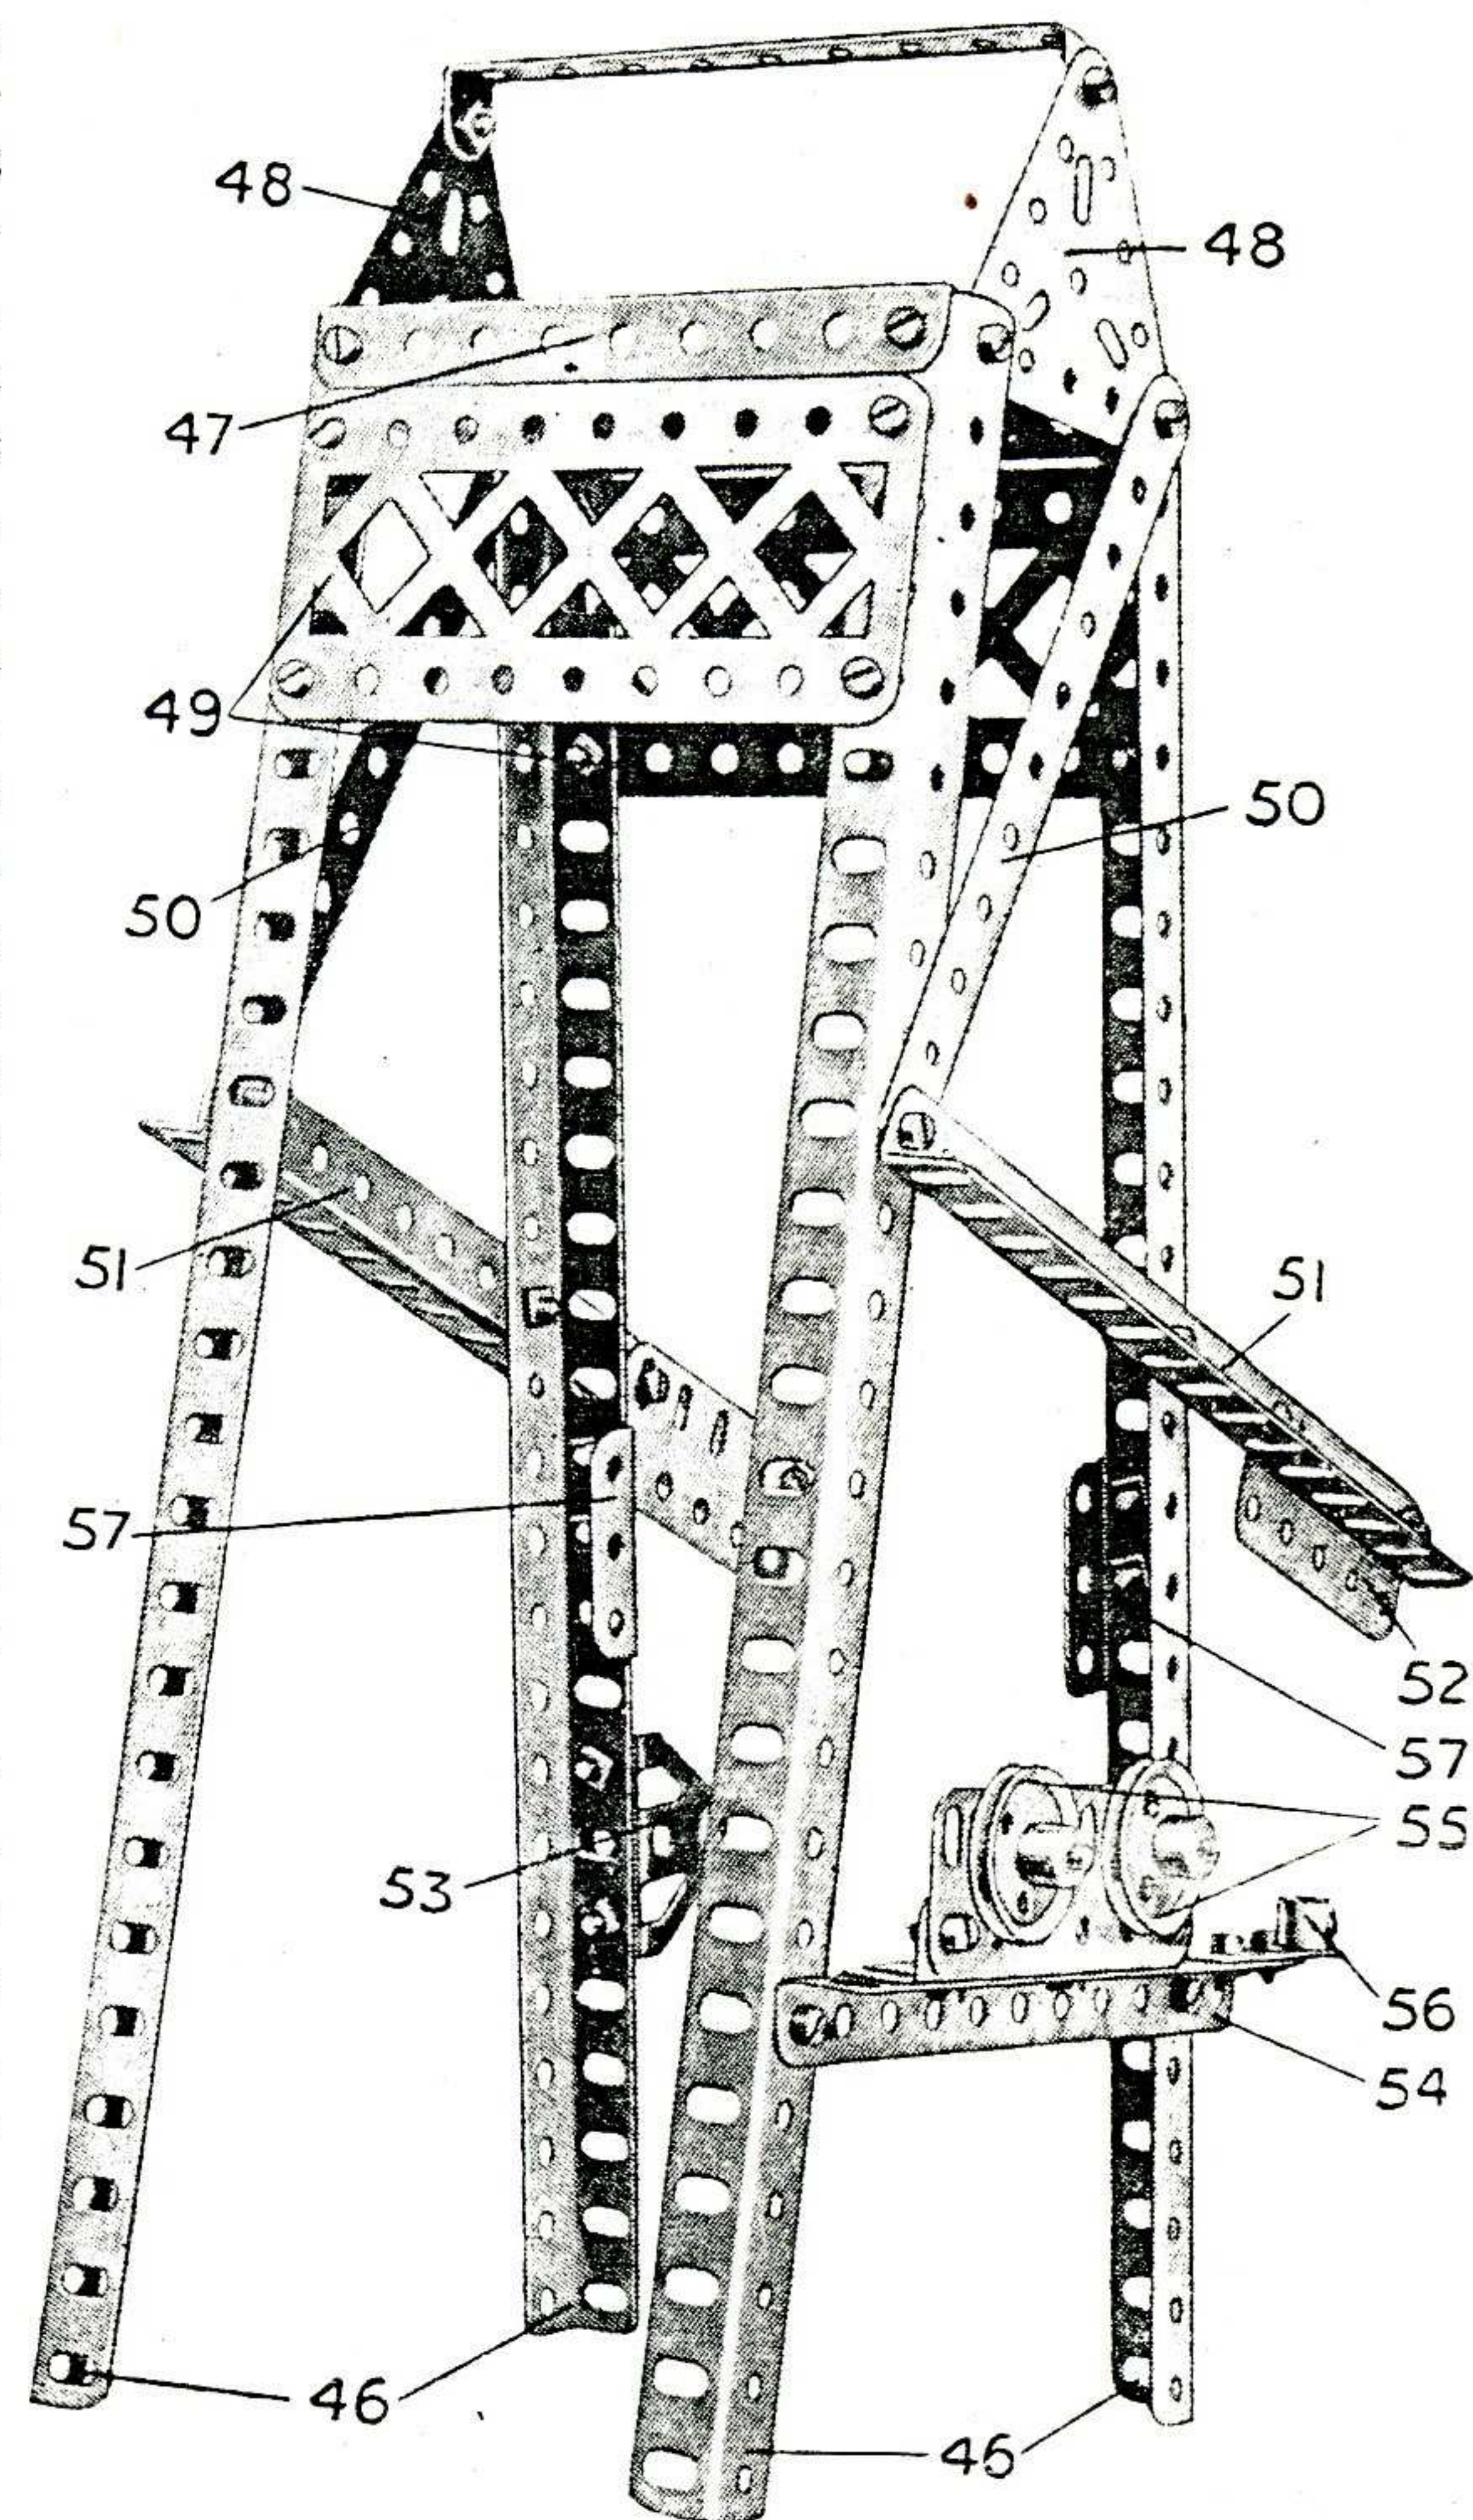
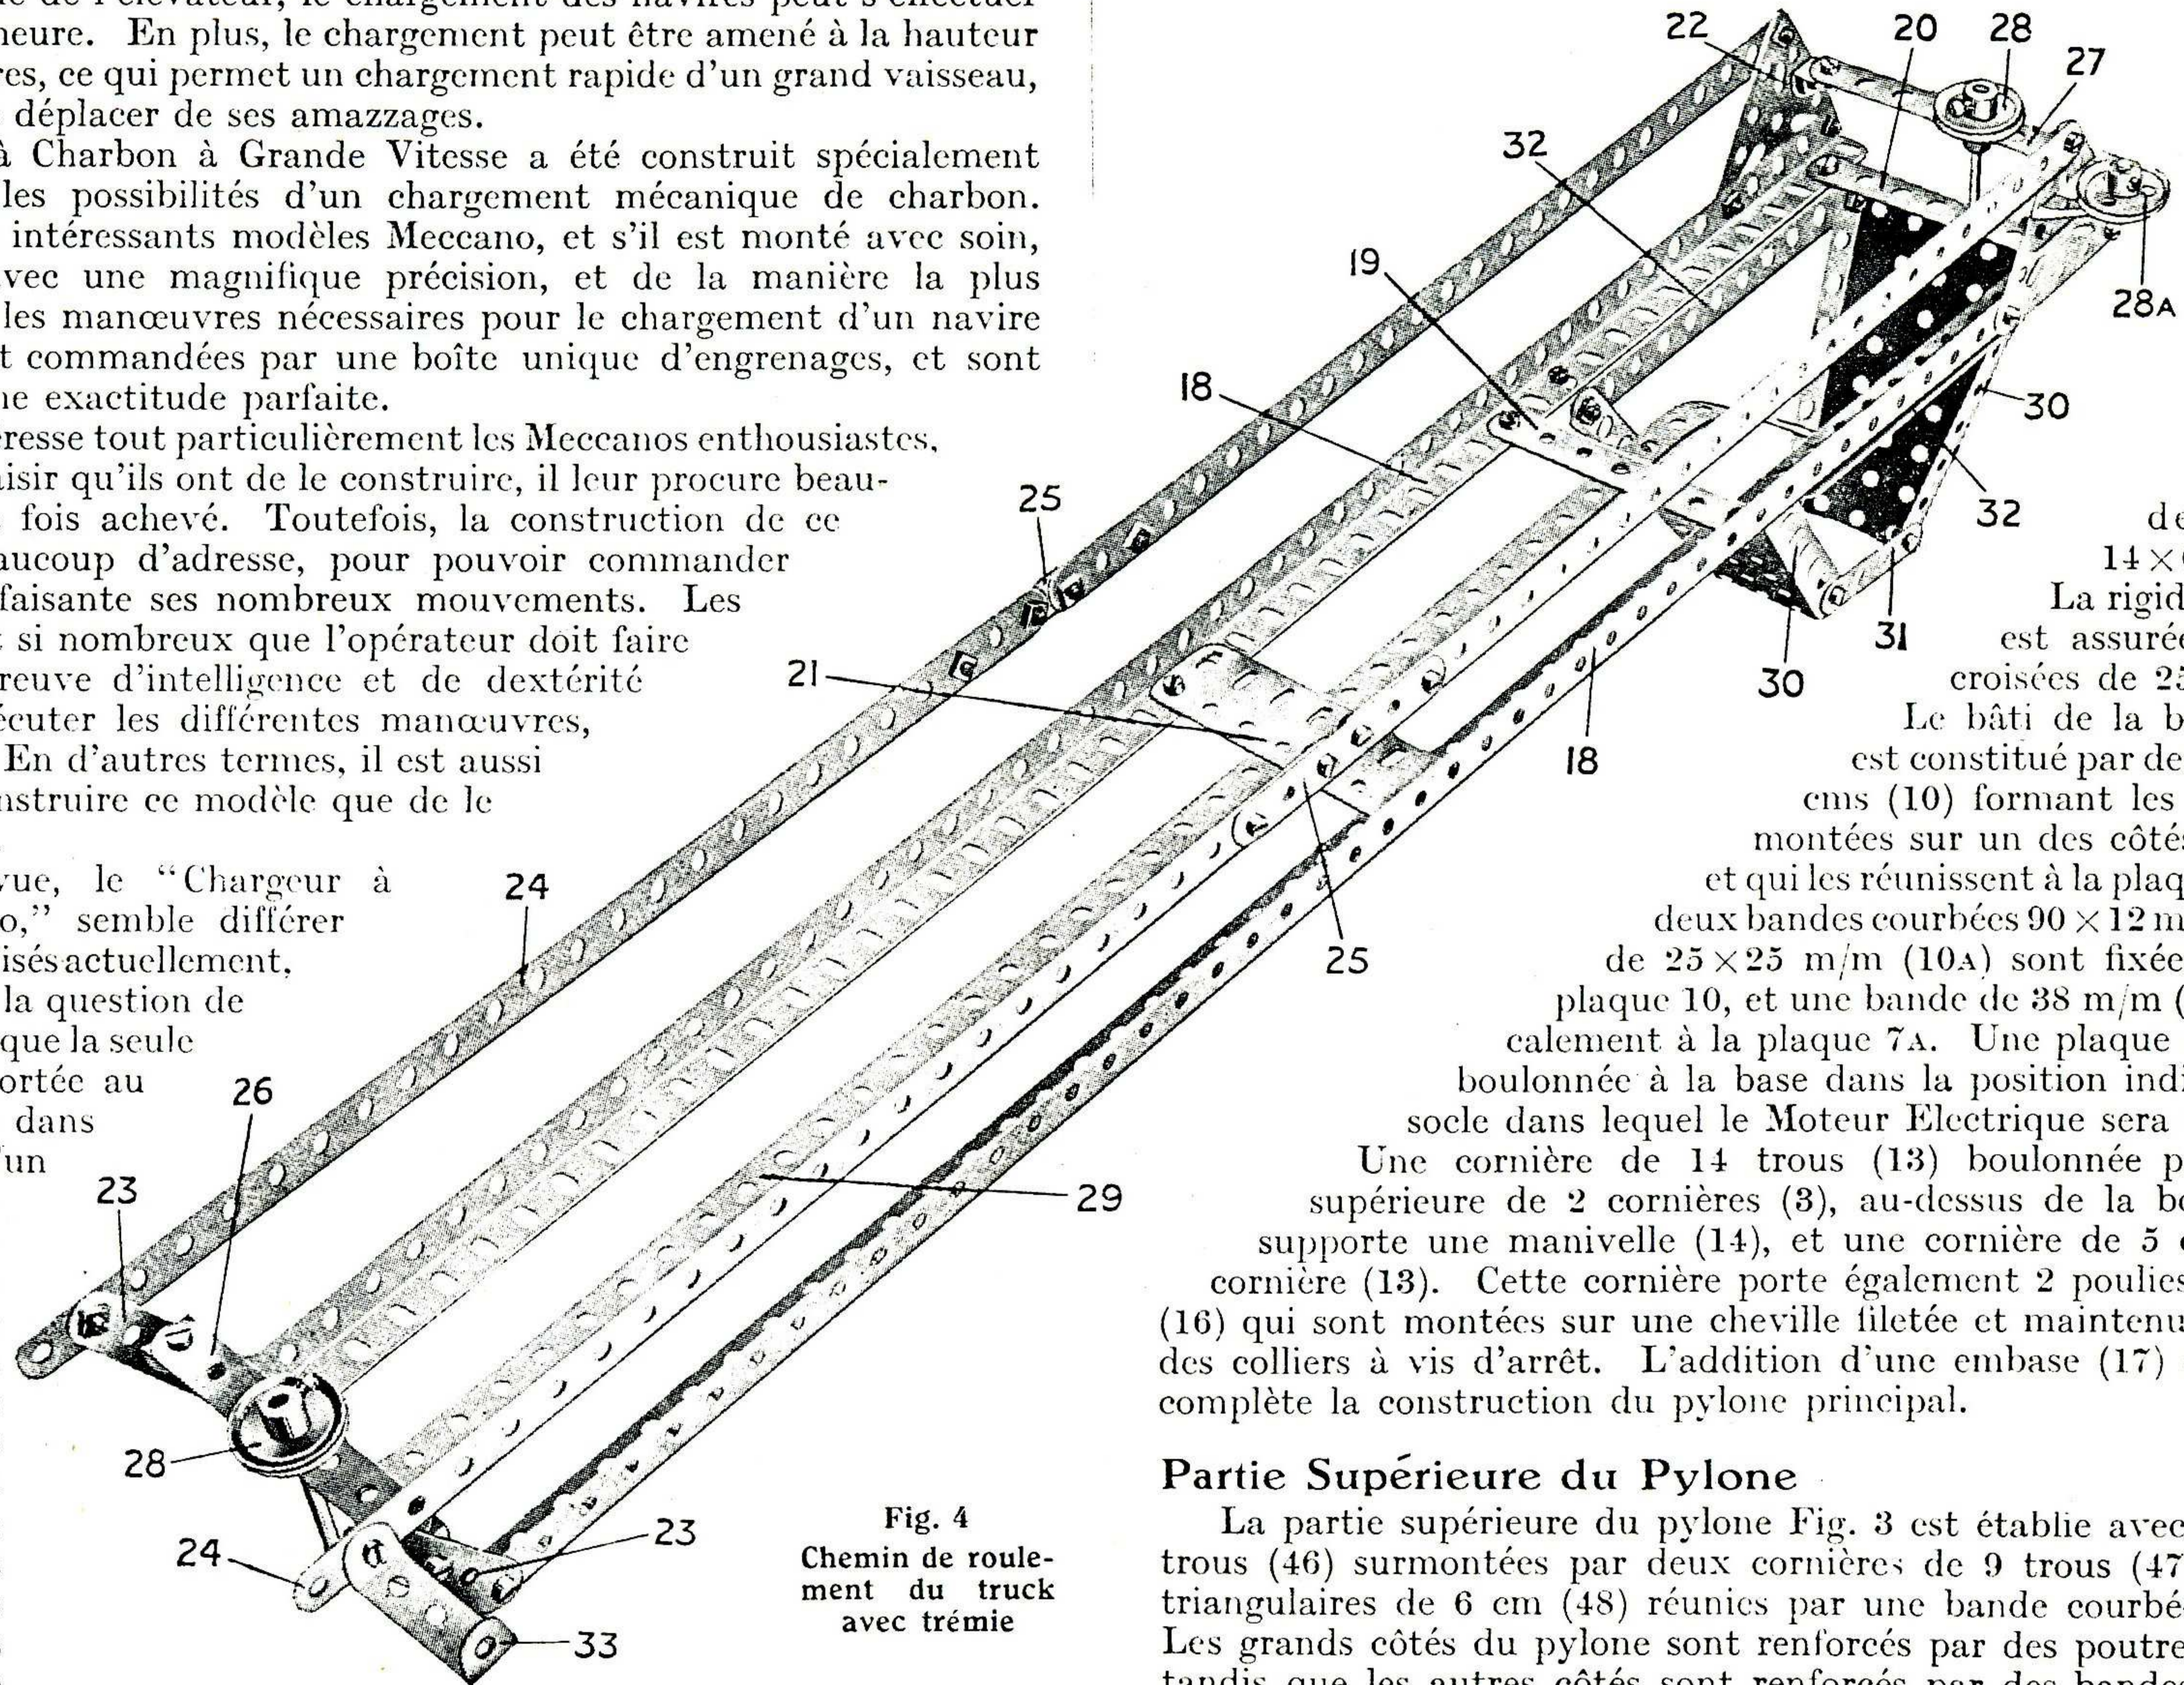
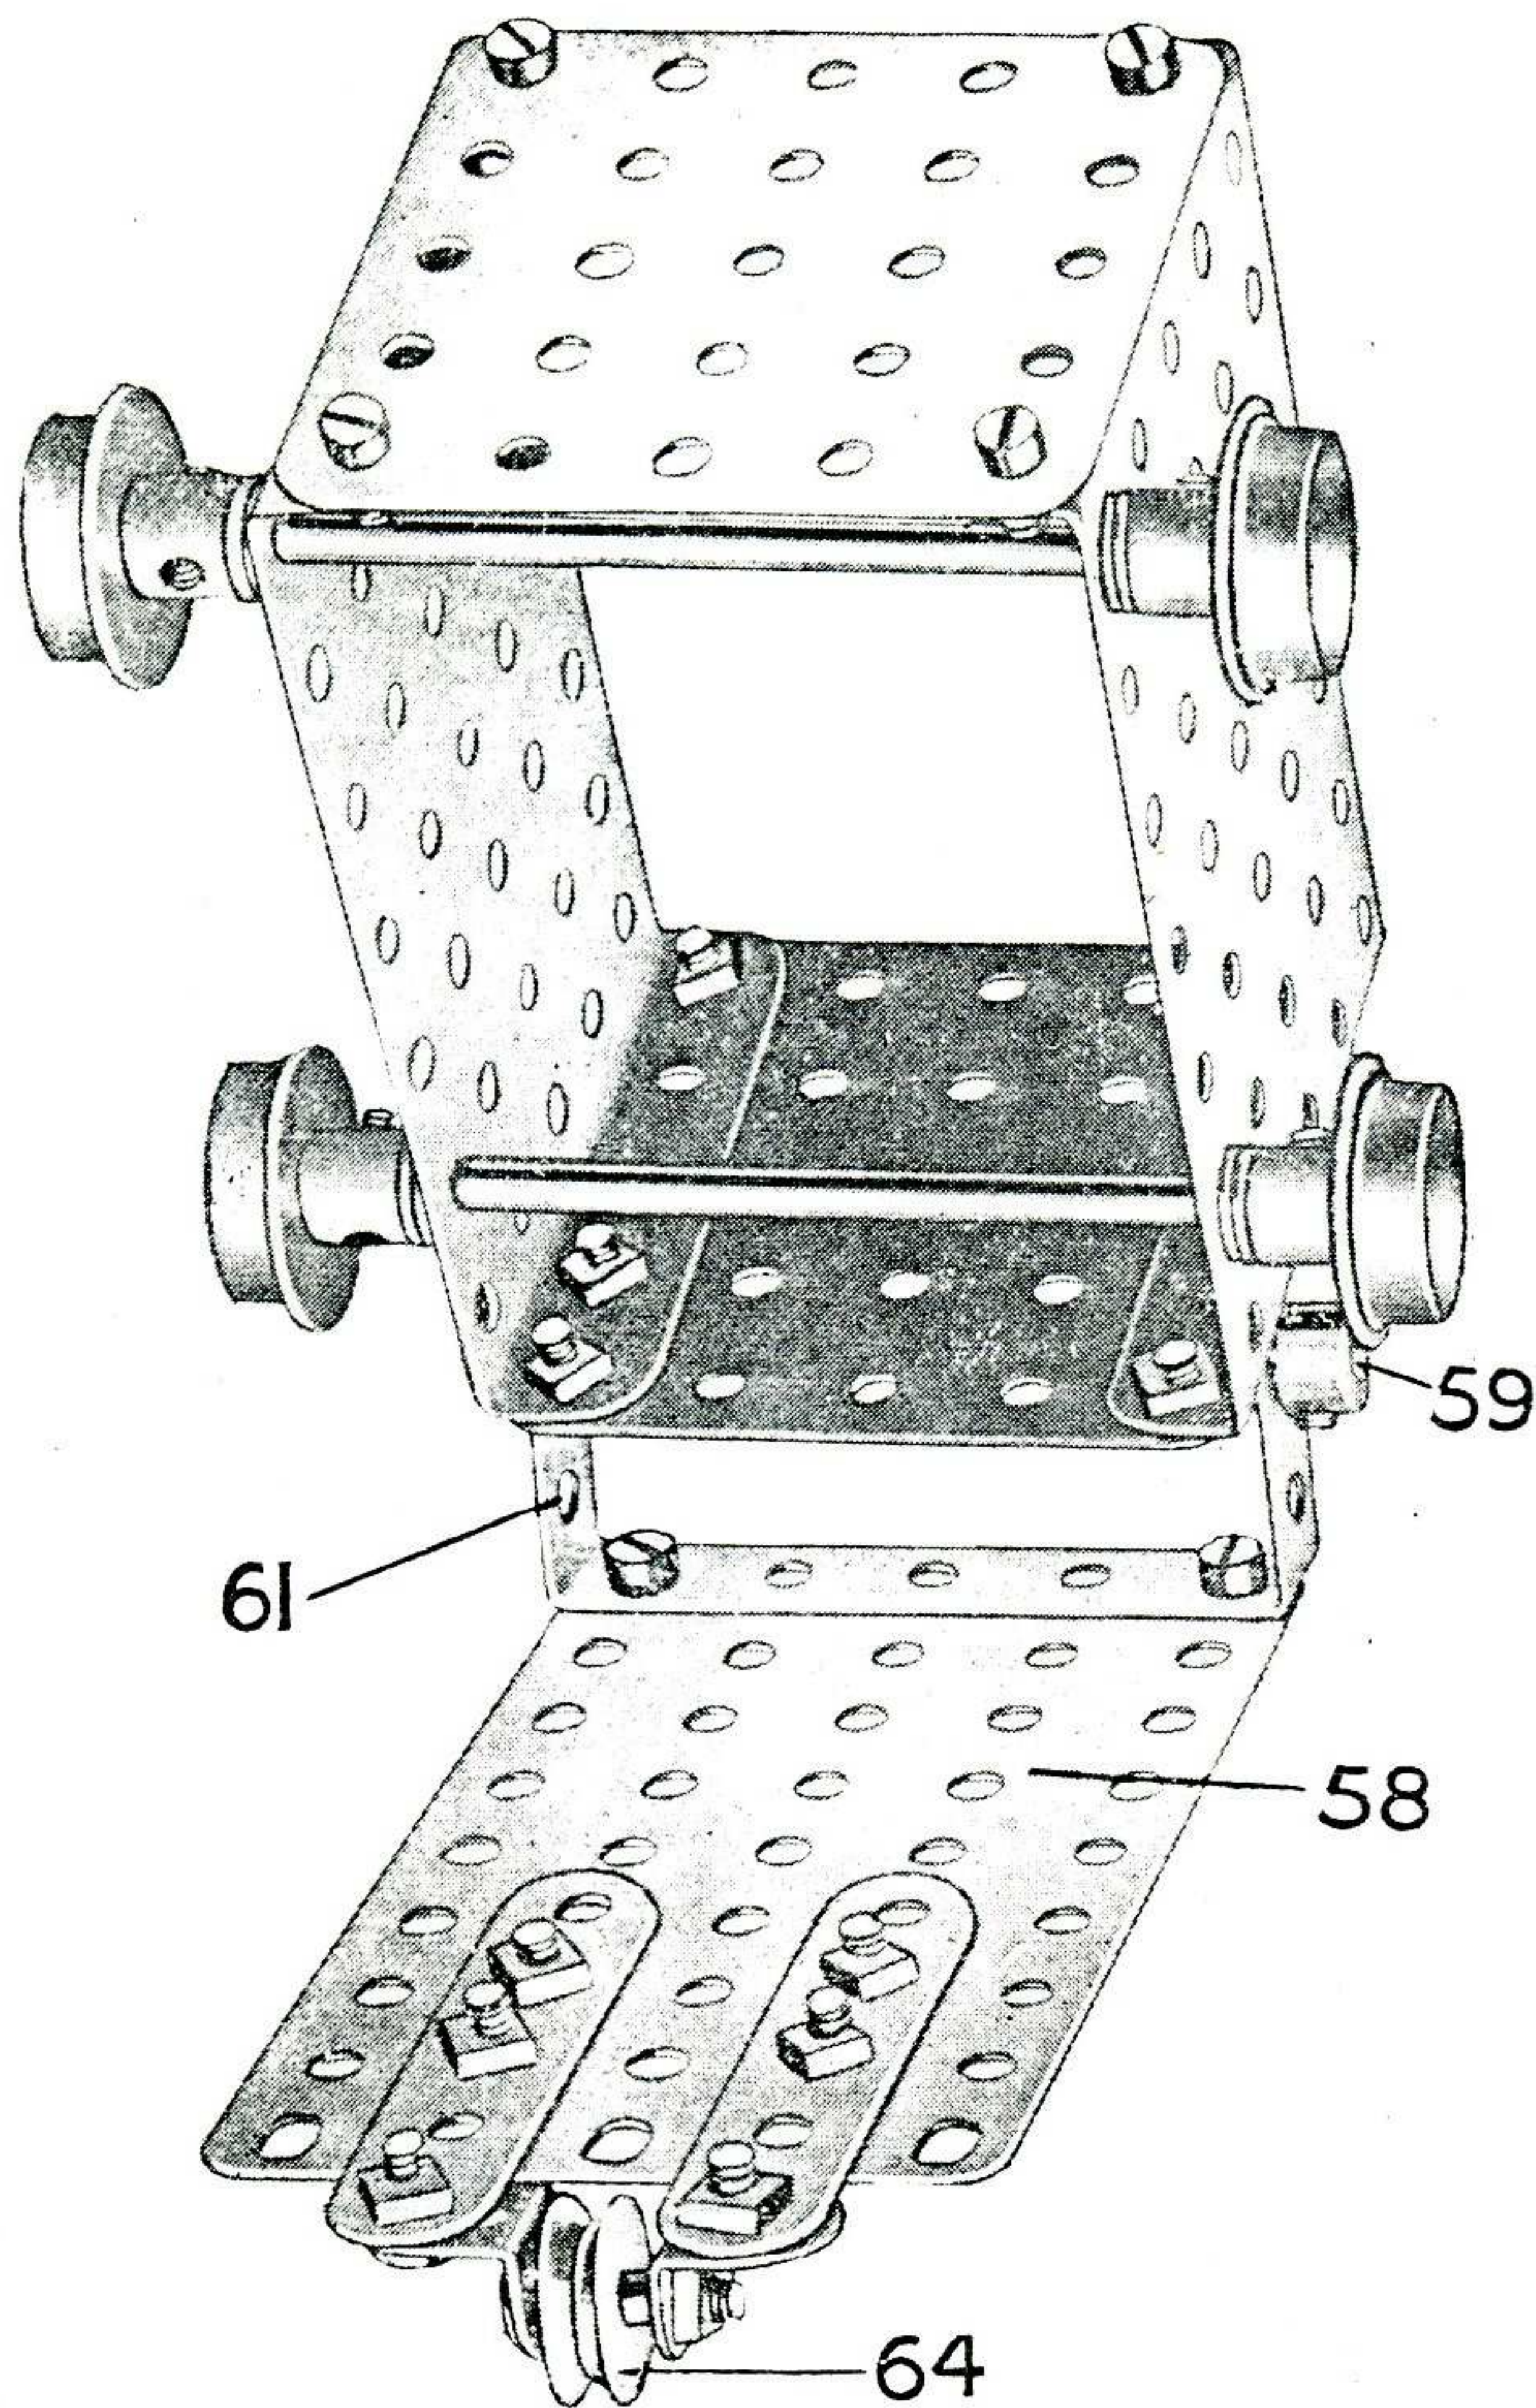

Fig. 3. Partie haute du pylone
Fig. 4
Fig. 6. Truck à déchargement automatique
La partie supérieure du pylone Fig. 3 est établie avec 4 cornières de 25 trous (46) surmontées par deux cornières de 9 trous (47) et deux plaques triangulaires de 6 cm (48) réunies par une bande courbée de 38x12 m/m. Les grands côtés du pylone sont renforcés par des poutrelles de 11 cm (49) tandis que les autres côtés sont renforcés par des bandes de 11 trous (50). Aux extrémités de ces bandes sont boulonnées des cornières de 15 trous (51) dont les extrémités dépassantes inclinées vers le bas, supportent des poutrelles plates de 6 cm (52). Au-dessous de la cornière (51), deux cornières de 3 trous (57), sont attachées aux cornières supérieures (46) comme il est montré, et plus bas encore, sur un côté seulement, est disposée une embase (53).
La cornière de 11 trous (54) porte une cornière de 75 m/m et une poutrelle plate de 75 m/m sur laquelle une poulie folle de 25 m/m (55) est montée à l'aide d'une cheville filetée de la même manière que les poulies (16) Fig. 2. Une manivelle (56) est boulonnée comme il est montré (Fig. 3) à la courte extrémité de la cornière (54).
La construction du chemin de roulement, de la trémie, etc., peut être suivie d'après la Fig. 4. Deux cornières de 25 trous (18), séparées par des bandes de 7 trous (19-20) et par une paire de poutrelles plates (21), constituent les rails sur lesquels roule le chariot, Fig. 6. A l'extrémité extérieure des rails sont disposées des plaques triangulaires de 6 cm (22) et aux extrémités de ces rails qui s'engagent dans le pylone, sont disposées des bandes de 5 trous (23). Ces dernières sont réunies aux plaques (22) par les bandes (24), consistant en bandes de 25 trous réunies bout à bout par des bandes de 6 trous (25).
(64) tourne librement sur un boulon pivot monté dans deux équerres qui sont fixées aux extrémités de deux bandes de 5 trous boulonnées à la plaque (58). Les roues du truck roulent sur les rebords des rails (18) Fig. 4.
La Fig. 6 nous montre une vue par en-dessous du truck à déchargement automatique qui roule sur les rails (18) Fig. 4. Deux plaques à rebords de  $90 \times 60$  m/m réunies par des plaques de  $60 \times 60$  m/m constituent les parois du truck, et le fond monté à charnières est constitué par une plaque de  $9 \times 6$  cm (58). Une tringle de 75 m/m (59) passant dans deux équerres boulonnées à la plaque de l'extrémité d'un des côtés du wagonnet, est retenue en position par des colliers et agit comme pivot pour une bande courbée de  $60 \times 12$  m/m (61) boulonnée à la plaque (58).
Les deux portions du pylones sont réunies en boulonnant l'extrémité inférieure des cornières (46) Fig. 3 au sommet des cornières (3) Fig. 2. Les cornières (18) de la voie du truck (Fig. 4) sont ensuite boulonnées aux cornières (6, 6A), et les extrémités extérieures sont supportées par deux cornières de 49 trous (89) (Fig. 1) boulonnées aux cornières (46) du pylone supérieur. La voie du chariot baladeur est pivotée sur une tringle de 11 cm (5) fixée dans les trous inférieurs d'une cornière de 38 m/m (57) (Fig. 3), et son extrémité inférieure est supportée par deux étais, chacun d'eux étant constitué par une cornière de 25 trous et une bande de 25 trous se recouvrant sur 9 trous. Ces étais réunissent l'extrémité extérieure de la voie du chariot baladeur au sommet du pylone.
roue semblable (87A) est supportée à l'extrémité intérieure de la voie du chariot baladeur par un collier disposé sur une autre tringle de 5 cm qui est fixée dans la bosse de la manivelle (56). Les tambours sur lesquels s'enroulent les câbles manœuvrant la benne sont constitués par des rouleaux de bois Meccano (90, 91) (pièce No. 106) qui sont serrés entre les roues barillet fixées aux tringles de 16 cm 1/2 qui passent dans les poutrelles plates de 6 cm (52) (Fig. 3). Ces tringles sont maintenues en position par des colliers et vis d'arrêt et portent à leurs extrémités une roue dentée de 25 m/m (92, 93). Leurs autres extrémités passent dans la boucle de 2 ressorts, qui sont fixés à l'embase (53) (Fig. 3) et sont constamment sous tension. La friction ainsi appliquée empêche le poids de la benne de dérouler les cordes des rouleaux quand ces derniers sont libérés du mécanisme d'entraînement.
le cycle recommence. Le rail central de la voie du truck Fig. 3 permet au fond du truck de s'ouvrir et de lâcher la charge dans la trémie. On s'amuse encore bien d'avantage si l'on dispose le modèle de façon qu'il puisse charger un train Hornby formé avec des wagons découverts, où le charbon est alors déversé par l'intermédiaire de la trémie. On doit s'il est possible surélever la voie pour pouvoir amener les wagons le plus près possible de la trémie. Pour que le Chargeur à Charbon à Grande Vitesse donne l'impression de flotter sur l'eau il est nécessaire que la voie du chemin de fer soit disposée comme sur un quai. La benne descend chercher le charbon dans le chaland, après quelques manœuvres le charbon est amené dans le truck à déchargement automatique, déversé dans la trémie et amené dans les wagons qu'on désire charger.